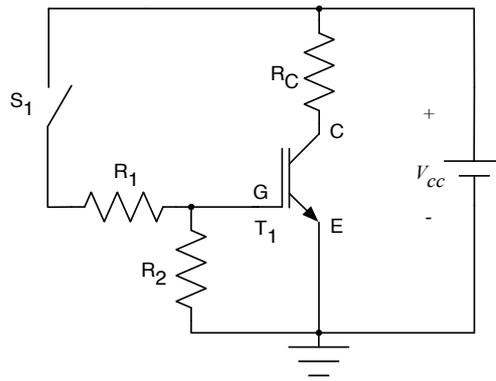

Figura 42 – Circuito para exercício resolvido 02.
**ER 02)** Seja o circuito da Figura 42, considerando que a tensão da fonte seja de 15 V. Determine os resistores  $R_1$  e  $R_2$  para que o transistor modelo IRG7S313UPBF opere corretamente. A seguir, considerando  $R_C$  com 5  $\Omega$ , determine: